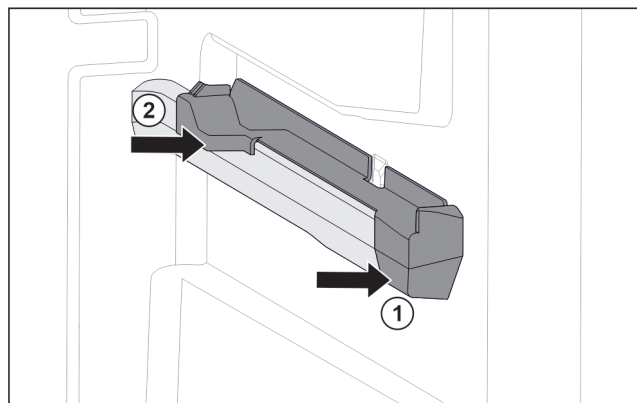

Fig. 148 Elemento inseribile sulla nervatura destra del contenitore
- ▶ Posizionare l'elemento inseribile sulla parte anteriore della nervatura del contenitore. Fig. 148 (1)
- ▶ Premere l'elemento inseribile sulla parte posteriore. Fig. 148 (2)